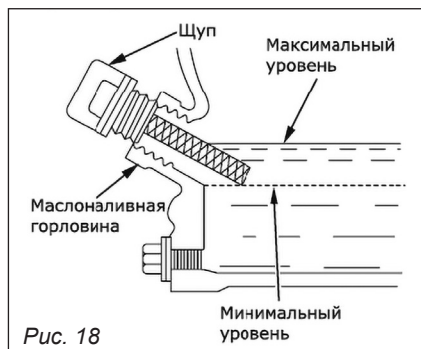

Рис. 18
2. Открутите крышку маслониливной горловины и протрите щуп тряпкой (рис. 18).